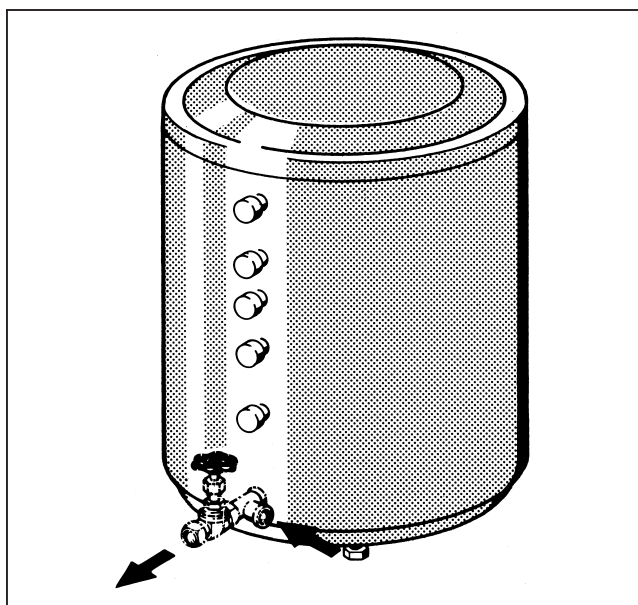

Fig. 11
- Cerrar la entrada del agua fría y abrir el vaciado del acumulador (EL). Para la purga de aire, abrir un grifo que se encuentra más arriba (fig. 11).